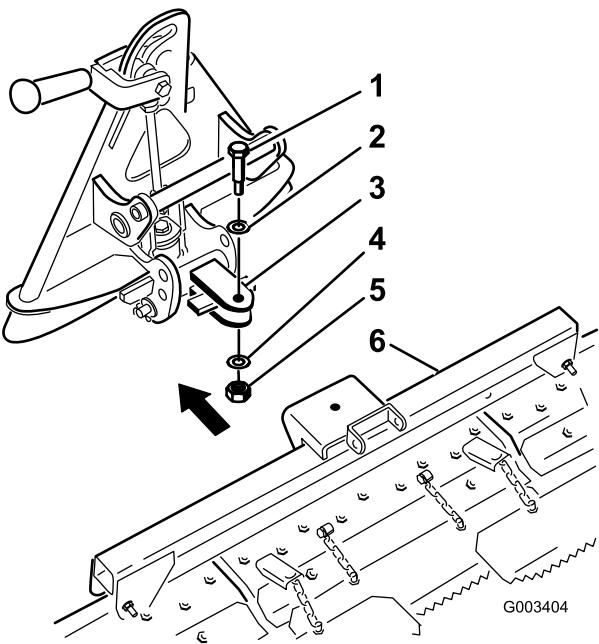

Figura 3
1. Fissate il gruppo del perno al rastrello a pettine con un bullone di spallamento, la rondella da 0,531 x 1,063 poll., la rondella da 0,469 x 0,922 poll. e il dado di bloccaggio da 7/16 poll., come illustrato in Figura 3.